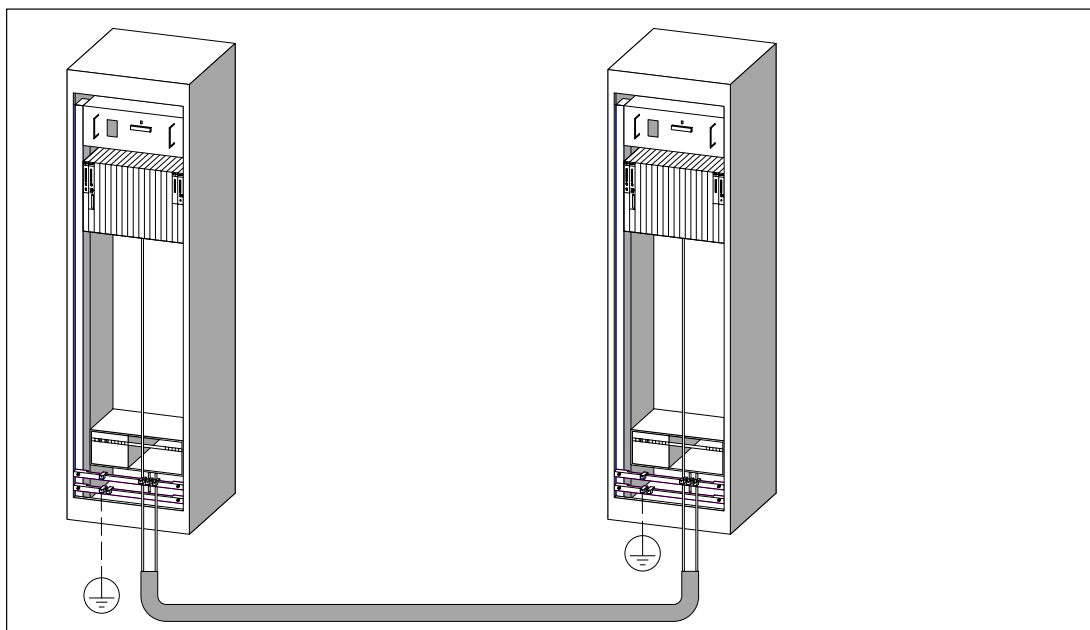

Figure A-5 Pose de liaisons d'équipotentialité et de câbles de transmission de signaux
- Posez le conducteur d'équipotentialité de sorte que la surface comprise entre le conducteur d'équipotentialité et les câbles de transmission de signaux soit la plus faible possible (voir figure A-5).